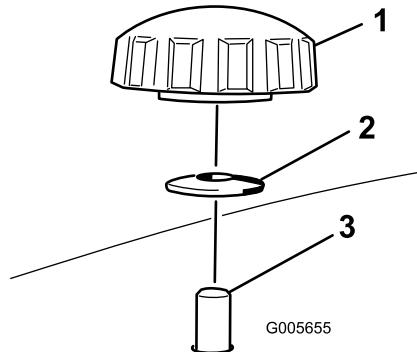

Figura 29
4. Remova os 2 manípulos e as anilhas curvas que fixam o abafador direito ao cortador Figura 29.
5. Remova o abafador direito e baixe o deflector de relva por cima da abertura de descarga conforme indicado em Figura 29 e Figura 30.
5. Faça deslizar o abafador direito por debaixo da plataforma do cortador e fixe-o utilizando 2 manípulos e anilhas curvas (lado oval virado para o cortador) conforme indicado em Figura 30 e Figura 29.